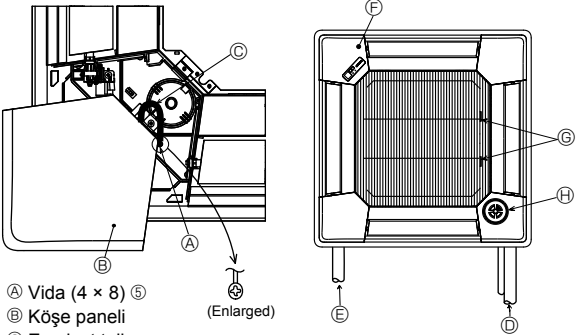

Fig. 5-9
5.5. Giriş izgarasının takılması (Fig. 5-9)